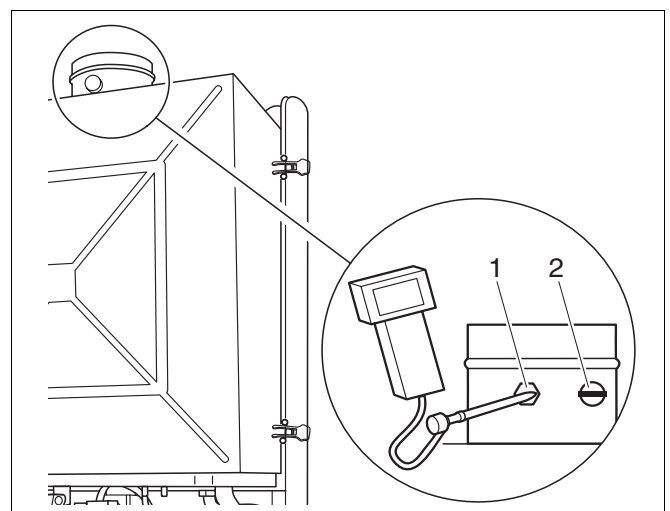

Abb. 34 Messstellen am Abgasrohr
- Die jeweilige Verschlusschraube (Abb. 34) am Anschlussstück für das Verbrennungsluft-Abgas-system abschrauben und nach durchgeführter Messung wieder aufschrauben.